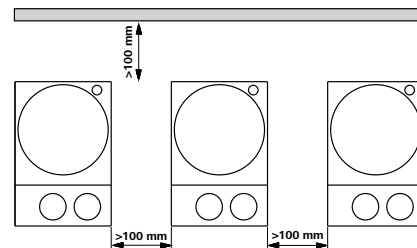

Fig. 3
- Starp ierīcēm, starp ierīci un sienu un virs instalācijas ievērojiet minimālo attālumu (min. 800 mm), (Fig. 3).